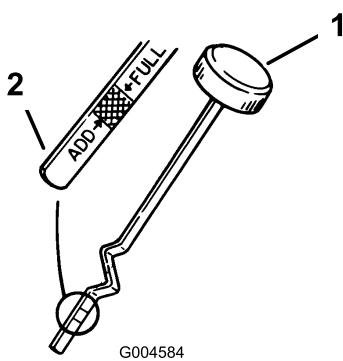

Figura 19
9. Desenrosque la varilla de aceite y límpie el extremo metálico (Figura 19).